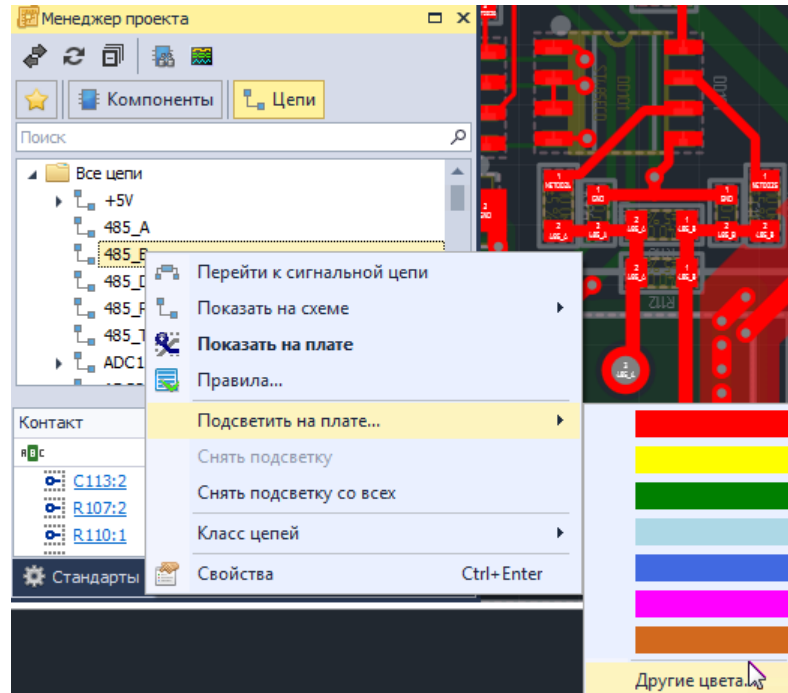

Рис. 362 Включение особого цвета отображения для цепи
1. Выбрать цепь в «Менеджере проекта» и воспользоваться пунктом контекстного меню «Задать цвет цепи на плате», см. Рис. 362.